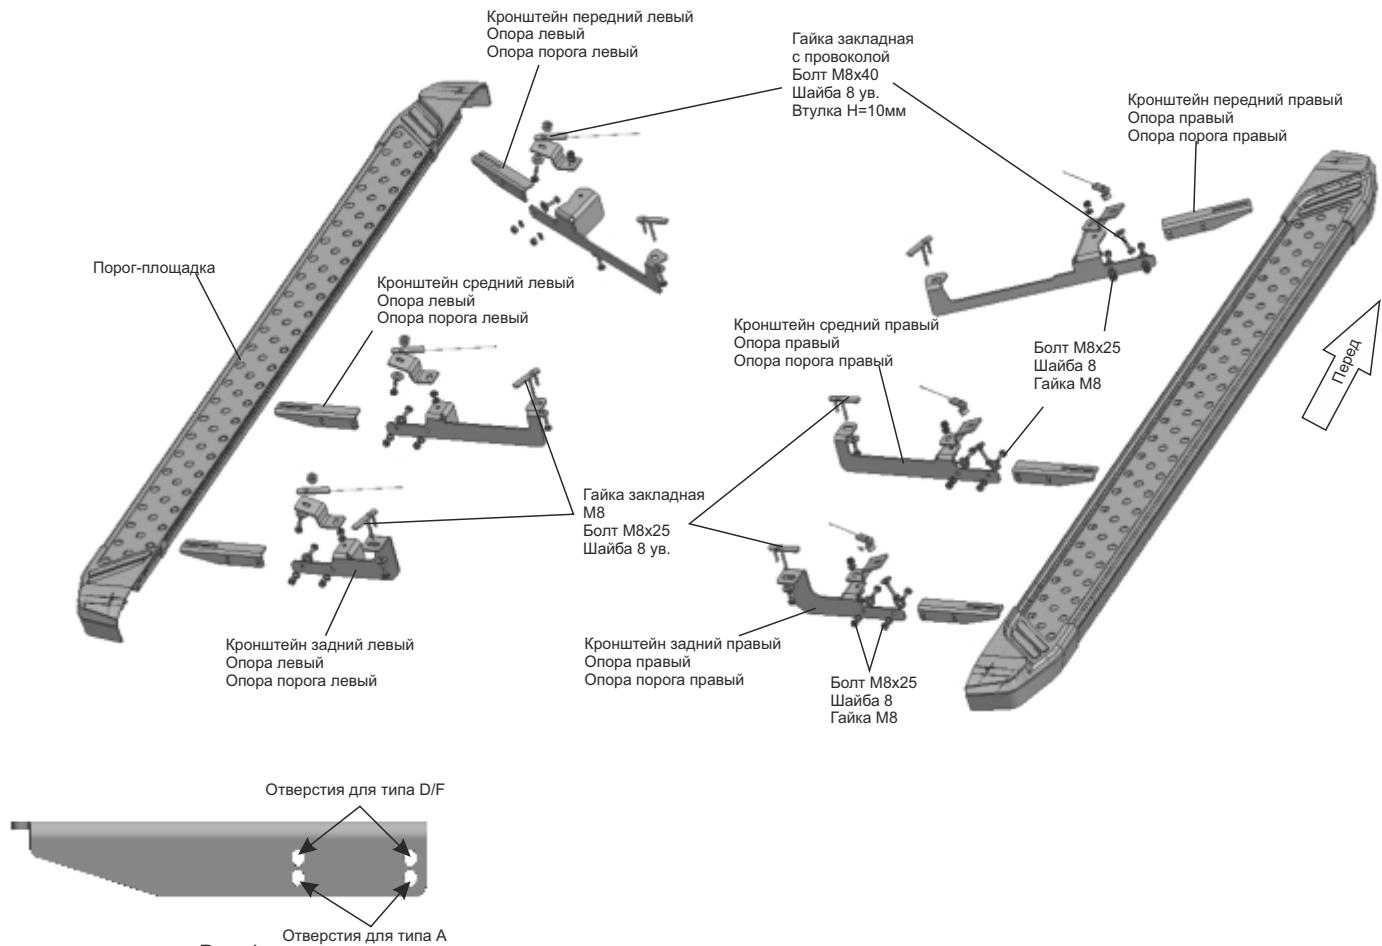

Рис. 1
- Скрепить между собой опоры порога и кронштейны болтами M8x25 с шайбами 8 и гайками M8. (Рис.1, Рис. 12)